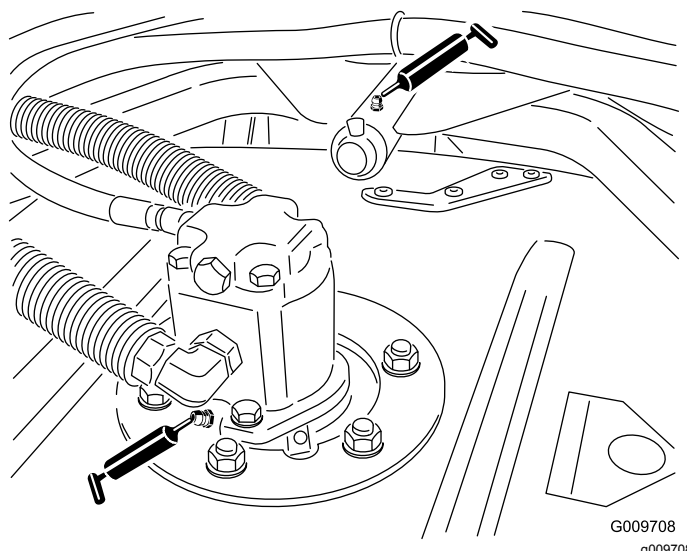

Figura 25
- Cuscinetti dell'asse del perno dell'apparato di taglio (1 per apparato di taglio) (**Figura 25**)
- Boccole del braccio portante dell'apparato di taglio (1 per apparato) (**Figura 25**)